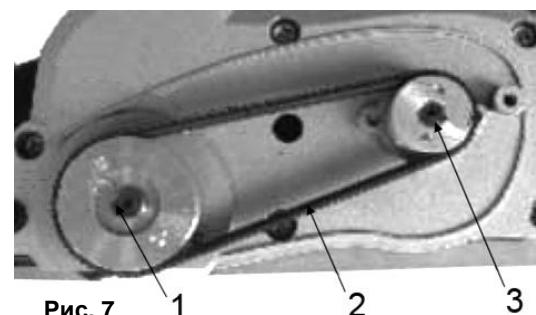

Рис. 7 1 2 3
- Произведите установку нового приводного ремня (2)(См. Рис.7). Для облегчения установки ремня, сначала установите ремень на ведущий (3) шкив, а затем на ведомый шкив (1)(См. Рис.7).
- После установки нового приводного ремня проверьте правильность и надежность установки ремня, провернув ведущий шкив (3)(См. Рис.7) на несколько оборотов.